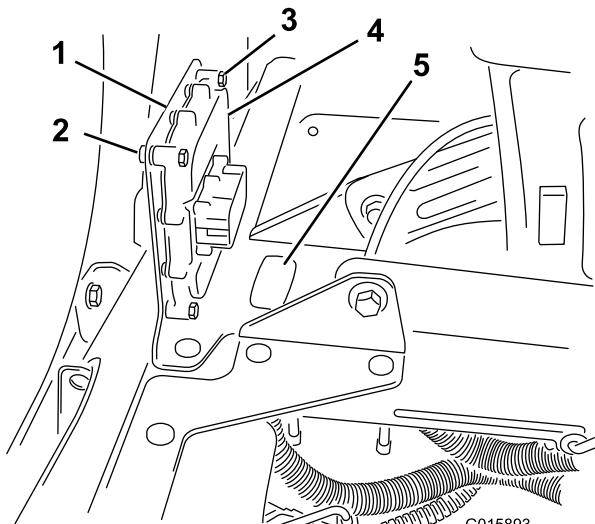

Figura 15
- Retire a tomada de ejeção (Figura 15).
- Instale o suporte de montagem à estrutura do banco da máquina, entre e por detrás dos bancos com o hardware existente (Figura 15).